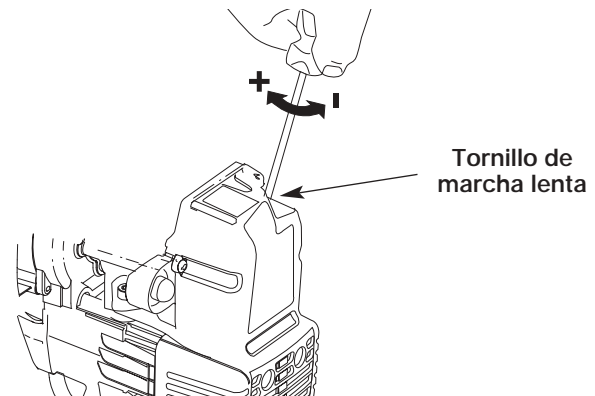

Fig. 17
- Suelte el gatillo del regulador y deje que el motor funcione en marcha lenta. Si el motor se para, inserte un pequeño destornillador Phillips o de vástago plano en el orificio de la cubierta del silenciador / filtro de aire (Fig. 17). Gire el tornillo de marcha lenta en sentido horario, de a 1/8 de vuelta por vez (según sea necesario) hasta que el motor funcione en mínima.
La velocidad lenta del motor puede ser ajustada por la cubierta del silenciador / filtro de aire (Fig. 17).